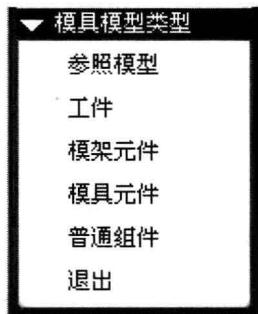
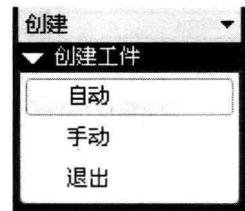

图 1-8 模具模型类型
图 1-9 创建工件
- (1) 在“模具模型”菜单中选择“创建”，弹出如图 1-8 所示的模具模型类型菜单。
- (2) 在图 1-8 中选择“工件”，弹出如图 1-9 所示的“创建工作”菜单。